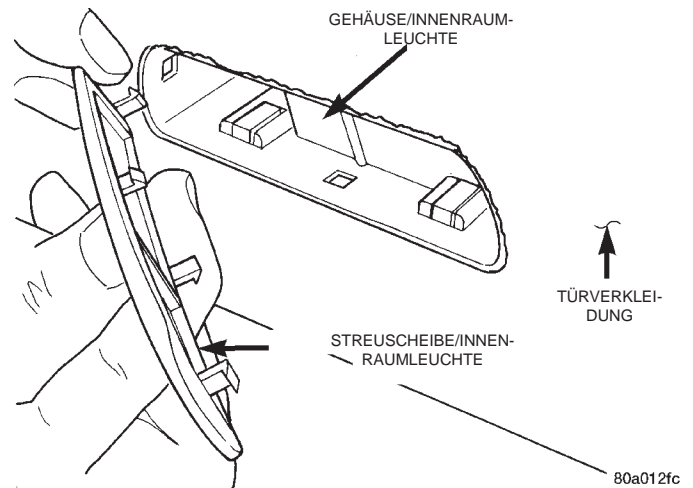

Abb. 7 Streuscheibe der Innenraumleuchte
- (1) Ein Werkzeug mit kleiner, flacher Klinge in die Hinterkante der Streuscheibe der Innenraumleuchte stecken und die Streuscheibe abhebeln (Abb. 7).